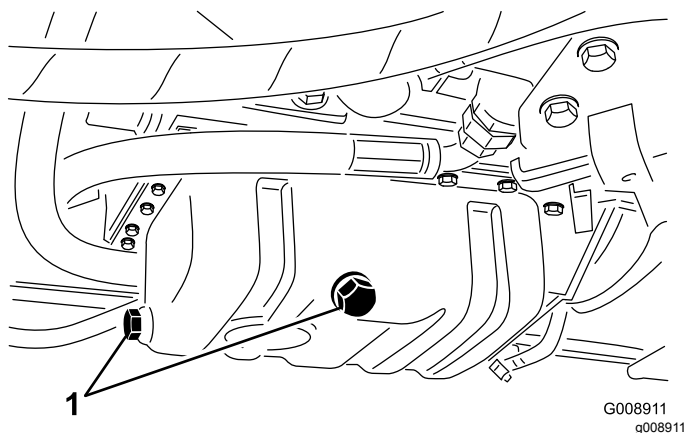

Рисунок 63
1. Снимите любую пробку сливного отверстия (Рисунок 63) и дайте маслу стечь в сливной поддон; когда масло перестанет вытекать, установите пробку сливного отверстия на место.